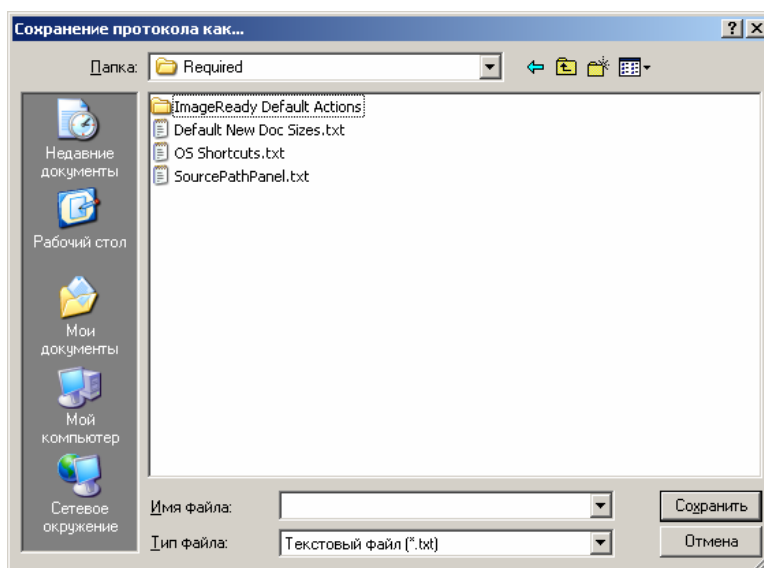

Рисунок 1.20
2. В открывшемся окне «Сохранение протокола как...» (рис.1.20) выберите тип файла в одноименном поле и папку, в которую Вы хотите сохранить протокол и нажмите кнопку <Сохранить>.